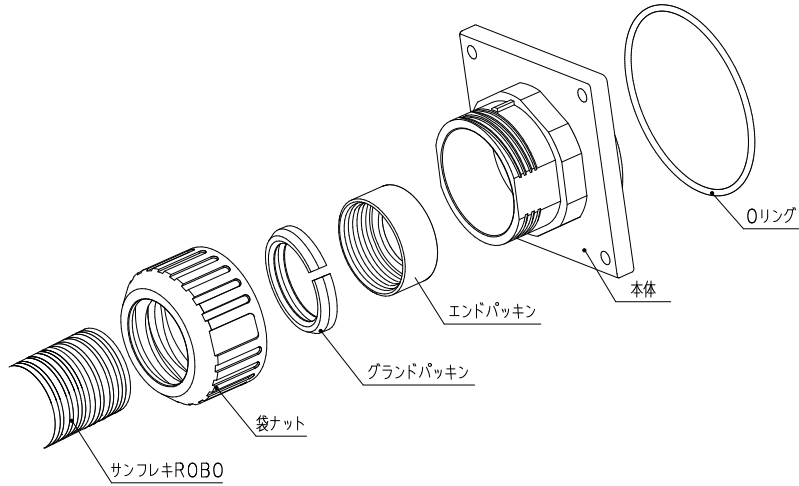

図 1 N2ZS
7.再び取り付ける場合は、グランドパッキンの方向に注意して(図1参照:フラット面がコネクタ本体側になる)袋ナットに入れ、時計方向に袋ナットを回すと、約半回転でカチッと音がして袋ナットが軽く止まります。